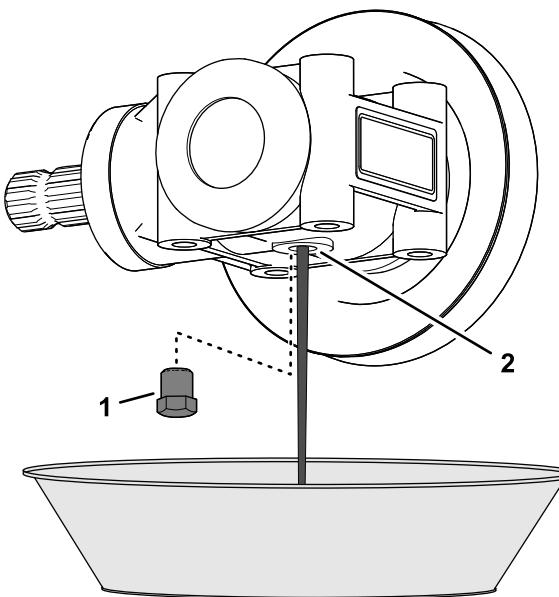

Figure 119
- Retirez le bouchon de l'orifice dans le carter du boîtier d'engrenages du plateau de coupe (Figure 119).
2. Positionnez le boîtier d'engrenages au-dessus du bac de vidange et vidangez toute l'huile du boîtier (Figure 119).